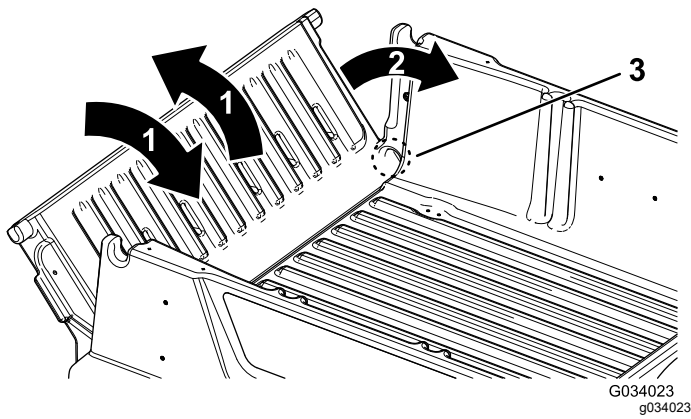

**Figura 17**
2. Eleve el portón trasero con las dos manos mediante el reborde cerca de la parte superior del portón trasero (Figura 17).
3. Baje el portón hasta que quede nivelado con la parte inferior de la plataforma de carga (Figura 17).